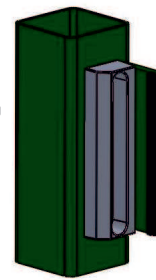

рис.6
- при открытии ворот наружу рис.6.